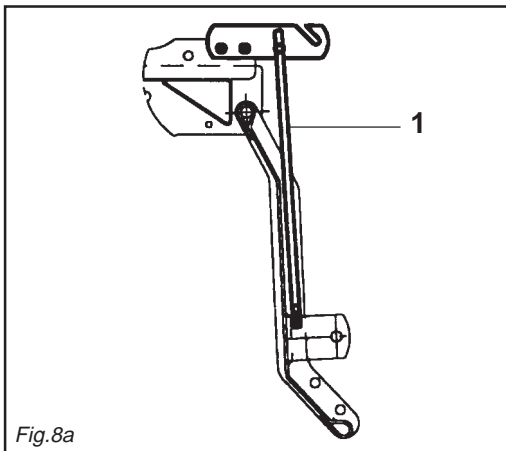

Fig. 8a
- Versione con asta e catenella antiribaltamento:** In fase di lavoro bisogna togliere l'asta (1 Fig. 8a). L'asta va montata solo dopo aver appoggiato la fresa al suolo in fase di stazionamento.
- version with rod and chains overturning:** When the machine is operating rod (1 Fig. 8a) should be removed. The rod should only be installed when the cultivator has been lowered to the ground as the machine is parked.
- Versión mit stange und Kette:** Bei der Arbeit ist die Stange (1 Abb. 8a) zu entfernen. Die Stange erst dann montieren, wenn die Fräse beim Abstellen am Boden aufgestellt wird.
- Versión avec le barre et chaîne:** Pendant le travail il faut enlever la barre (1 Fig. 8a). La barre doit être montée seulement quand la fraise est appuyée sur le sol en phase de stationnement.
- Versión con la barra y cadena:** En fase de trabajo es necesario quitar la barra (1 Fig. 8a). La barra debe ser montada sólo luego de haber apoyado el rotocultor al suelo, en fase de estacionamiento.